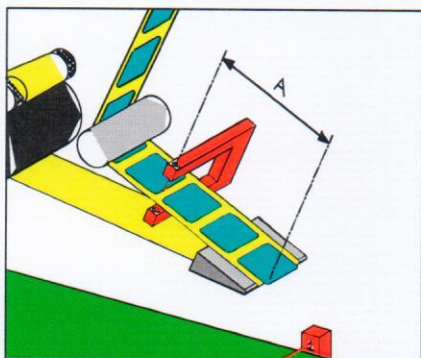

FIGURE 1
Pour que l'étiquetage se passe bien, il faut que l'étiquette s'arrête au ras de l'arrête de rebroussement (cas de la figure 1).
- déplacer mécaniquement la position de la cellule pour se placer dans le cas illustré par la figure 1, solution écartée au motif de son manque de comodité.